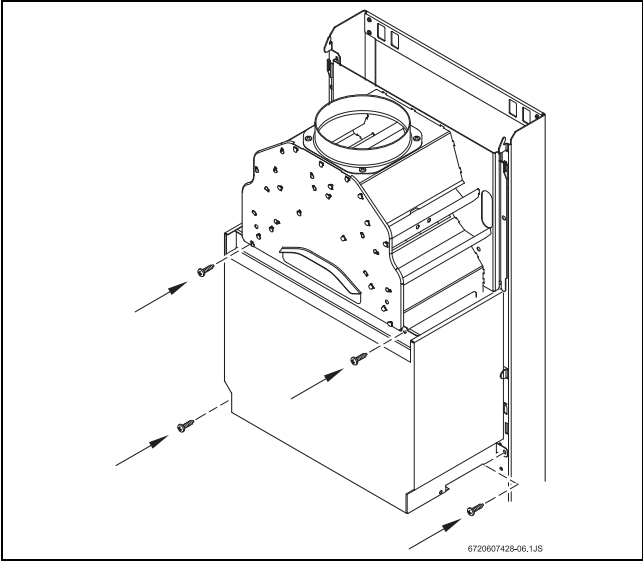

Fig. 26 Couvercle de protection
► Retirer le couvercle de protection en ouvrant les 4 clips qui le fixent (Fig. 26).